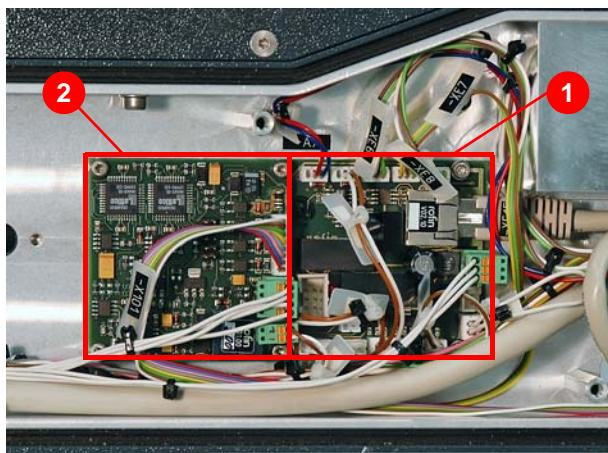

Abbildung 7.232 PLE-Platine und SSC-Karte
2. Kontrollieren, daß die Kabelmarkierungen der Anschlußleitungen der PLE-Platine (1) (Abbildung 7.232) und der SSC-Karte (2) vorhanden sind.